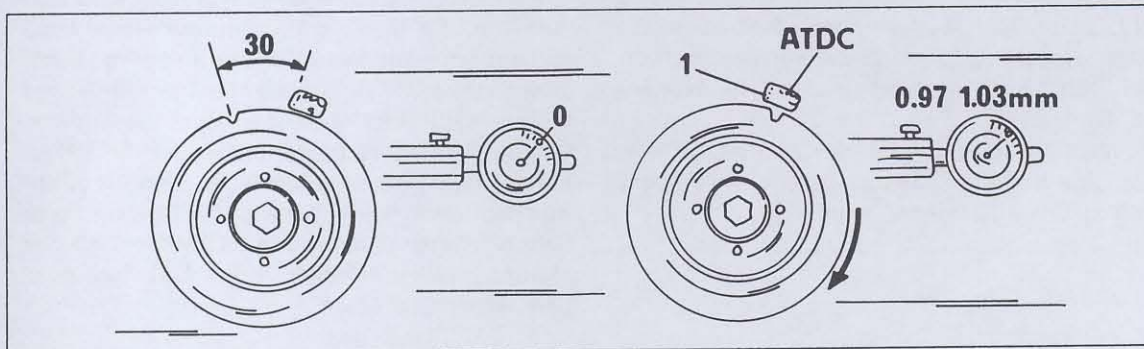

Bild 201
- Die Kurbelwelle an der Schraube der Kurbelwellenriemenscheibe durchdrehen, bis die Kerbe in der Riemenscheibe ca. 30° vor dem oberen Totpunkt steht. In dieser Stellung die Messuhr am Stellring auf Null stellen. Die Kurbelwelle nach der Nullsetzung der Uhr etwas hin- und herbewegen, um zu kontrollieren, dass die Messuhrnadel jedesmal wieder auf Null zurückkehrt. Dieser Einstellungsschritt ist auf der linken Seite von Bild 201 gezeigt.
von 0,97 - 1,03 mm ergeben. Bild 201 zeigt diese Einstellphase auf der rechten Seite.